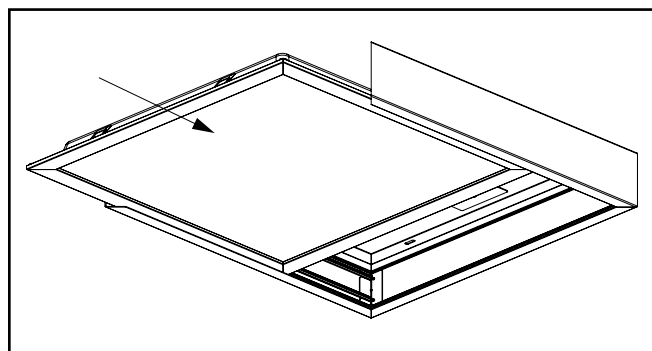

Figure 8.
- A8. Faites glisser complètement le luminaire dans la rainure depuis l'extrémité ouverte. (Figure 8.)